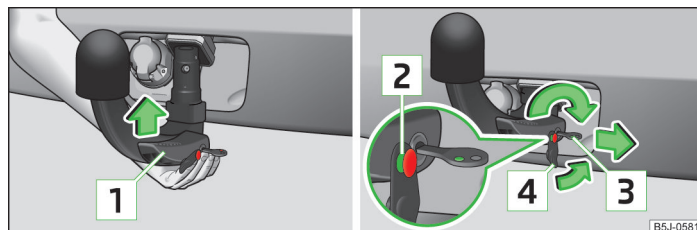

Fig. 104 Inserire la testa sferica/Bloccare la serratura e ripristinare il coperchio
- Afferrare la testa sferica **dal basso** » fig. 104 e inserirla nel pozzetto di alloggiamento sino a quando emetterà un clic udibile. » **!**
La leva **1** » fig. 104 ruota **automaticamente** verso l'alto e il dado di innescio **2** fuoriesce (la parte rossa e la parte verde sono visibili) » **!**.
- Infilare il coperchio [4] sulla serratura nella direzione indicata dalla freccia. » fig. 104 » !